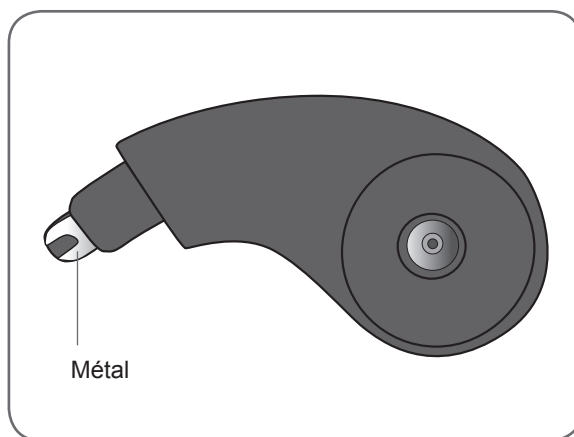

Figure 6-2 : Thénar.
2. Retirez le couvercle flexible du thénar pour exposer le métal. Reportez-vous à la Figure 6-2.